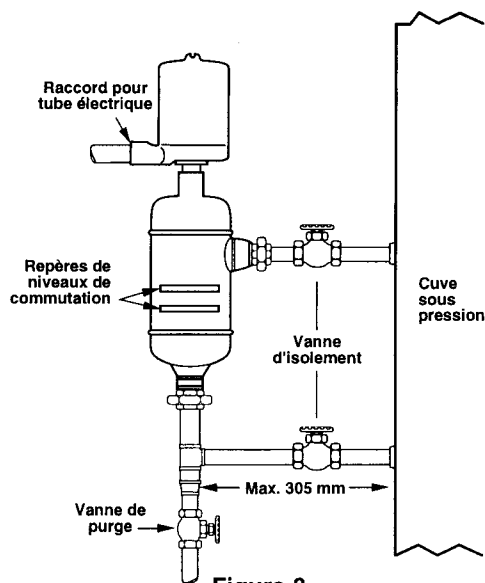

Figure 3
La figure 3 illustre une installation typique d'un appareil Magnetrol Série 75 sur une cuve sous pression. Les repères indiqués sur l'appareil indiquent les trois niveaux de commutation pour un liquide de densité minimum. Voir le tableau des niveaux de commutation page 7 pour un appareil à un commutateur et pour différentes densités minimum du liquide.
- Fermer le cas échéant les vannes d'isolement afin d'isoler l'appareil du réservoir. Vidanger le liquide se trouvant dans la cage du flotteur. Voir **figure 3**, page 3.